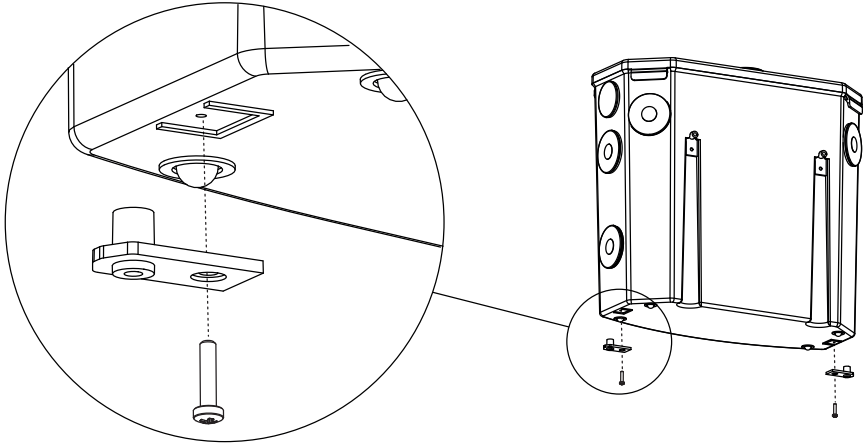

Abbildung 4
2. Behälter mit Hilfe der Beschläge am Boden fixieren (Seite 19, Abbildung 4).